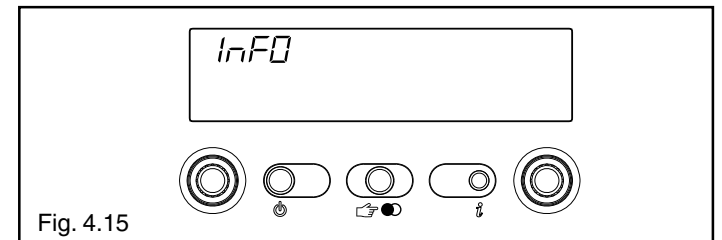

Fig. 4.15
Premendo il tasto  il display si spegne e appare solo la scritta InFO (fig. 4.15)
- 0 visualizza la scritta InFO (fig. 4.15)